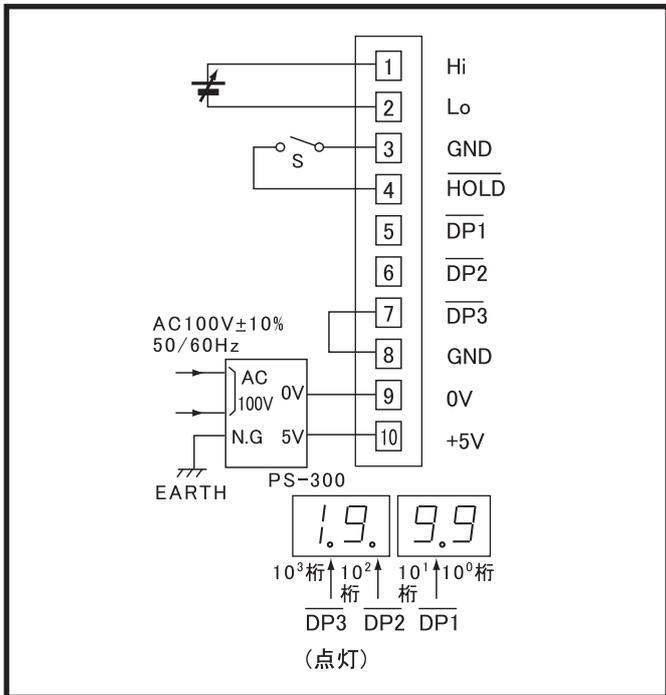
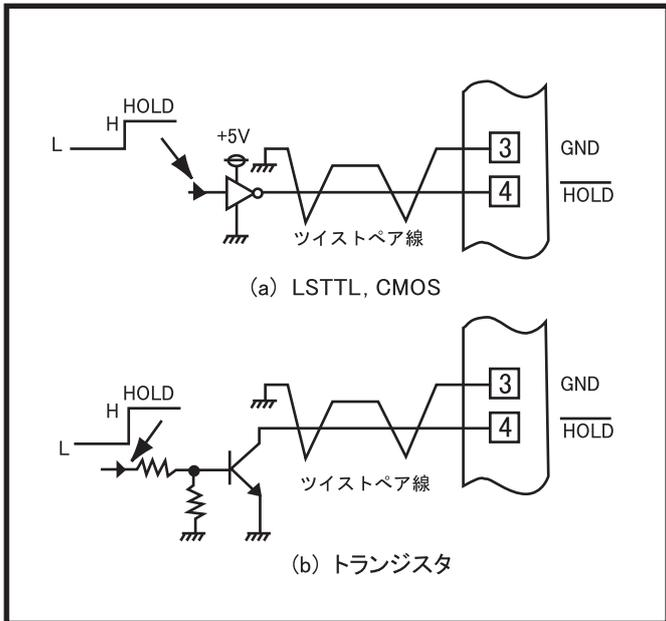

図2 代表的接続例
図3 ホールド制御信号の与え方
信号入力は、ピン①-ピン②間に接続してください。代表的接続例を図2に示します。
ホールド信号を加えると、その直後の表示内容が保持されます。接点入力の場合は、図2に示すように、接点をピン③とピン④間に接続してください。接点が閉じるとホールド状態となります。その他のインタフェース例を図3に示します。